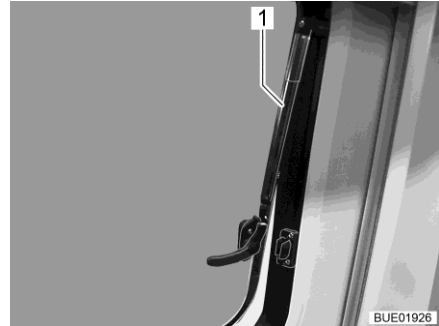

Bild 12 Ausstellfenster mit Automatik-Ausstellern, geöffnet
- Ausstellfenster bis zur gewünschten Stellung öffnen. Ausstellfenster mit Automatik-Aussteller (Bild 12,1) selbstständig einrasten lassen.